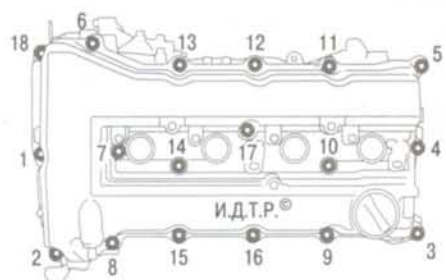

Рис. 5.9. Порядок выворачивания болтов крепления крышки головки блока цилиндров
7. Выверните шестнадцать болтов крепления крышки головки блока цилиндров в порядке, показанном на рис. 5.9...